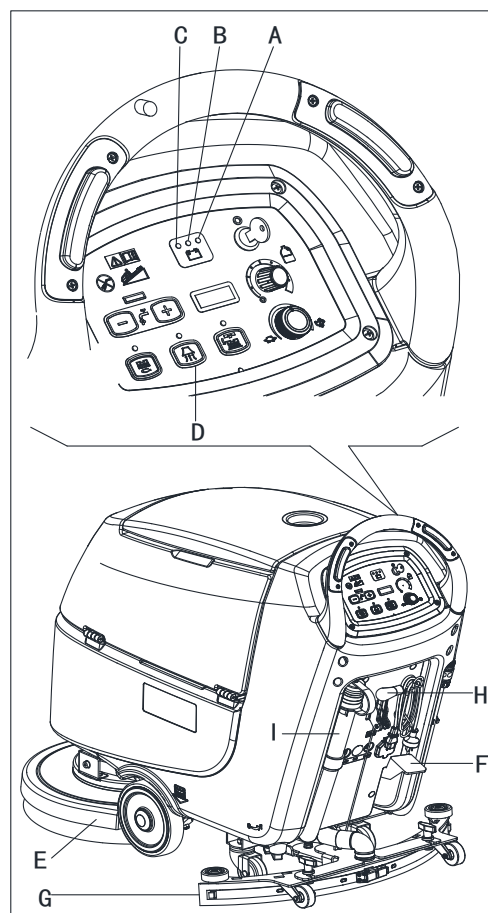
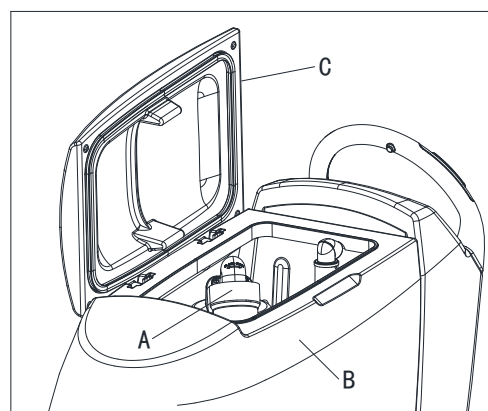

Figure 8
Figure 9
Un système automatique de fermeture à flotteur (A, Figure. 9) bloque le système d'aspiration lorsque le réservoir d'eau de récupération (B) est plein. La désactivation du système d'aspiration est indiquée par une augmentation soudaine de la fréquence du bruit du moteur du système d'aspiration, le sol aussi ne s'est pas séché.
Si le système d'aspiration s'éteint accidentellement (par exemple, lorsque le flotteur est activé en raison d'un mouvement soudain de la machine), pour reprendre l'opération: désactiver le système d'aspiration en appuyant sur le commutateur (D, Fig. 8), puis retirer le couvercle (C, Fig. 9) et vérifier que le flotteur à l'intérieur de la grille (A) a baissé jusqu'au niveau de l'eau. Ensuite, remettre le couvercle (C) et mettre le système d'aspiration en appuyant sur le commutateur (D, Fig. 8).
Lorsque le réservoir d'eau de récupération (B, Fig. 9) est plein, le vider selon la procédure suivante.
2. Soulever la tête de brosse de la brosse/du support de disque (E, Fig. 8) en appuyant sur la pédale (F).
3. Soulever la raclette (G) avec le levier (H).
5. Vider le réservoir d'eau de récupération avec le tuyau (I). Ensuite, rincer le réservoir (B, Fig. 9) avec de l'eau propre.